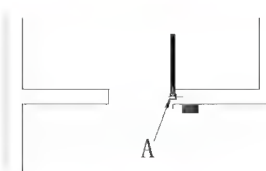

图 2.88 指定圆弧的中心点
(6) 在指定下一点或 [圆弧(A)/闭合(C)/半宽(H)/长度(L)/放弃(U)/宽度(W)]: 提示下, 输入“W”后按 Enter 键。
(7) 在指定起点宽度 $<0.0000>$: 提示下, 输入“0”。
(8) 在指定端点宽度 0.0000 : 提示下, 输入“0”, 将线宽由 50mm 改为 0mm。
(9) 在指定下一点或 [圆弧(A)/闭合(C)/半宽(H)/长度(L)/放弃(U)/宽度(W)]: 提示下, 输入“A”后按 Enter 键, 指定将要绘制圆弧。
(10) 在指定圆弧的端点或 [角度(A)/圆心(CL)/闭合(CL)/方向(D)/半宽(H)/直线(L)/半径(R)/第二个点(S)/放弃(U)/宽度(W)]: 提示下, 输入“CE”后按 Enter 键, 用指定圆心的方式绘制圆弧。
(11) 在指定圆弧的圆心: 提示下, 捕捉 A 点(门扇的起点)作为圆弧的圆心, 如图 2.88 所示。